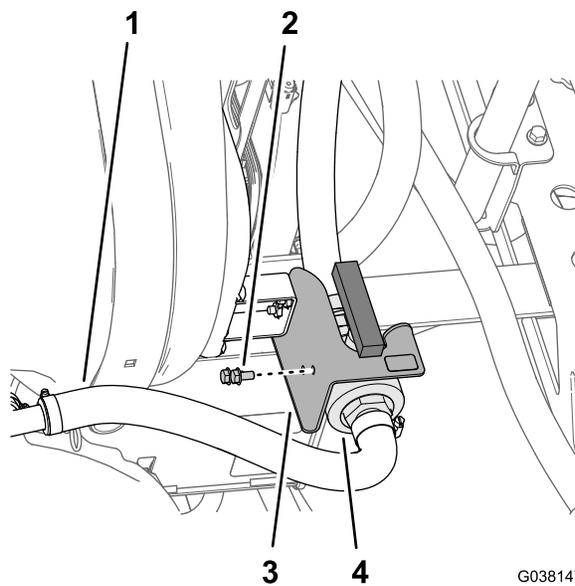

Figure 21
1. Retirez les 2 boulons à embase (5/16" x 5/8") qui fixent le régulateur de débit d'agitation à la patte de fixation (Figure 21).